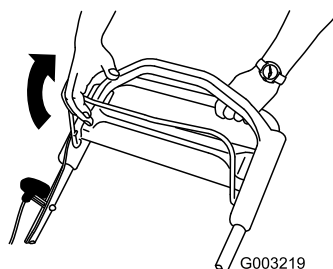

Figure 18
2. Maintenez la barre de commande de la lame contre le guidon (Figure 18).